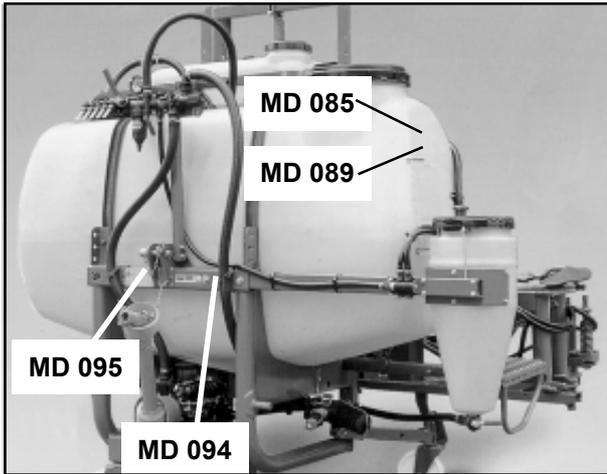
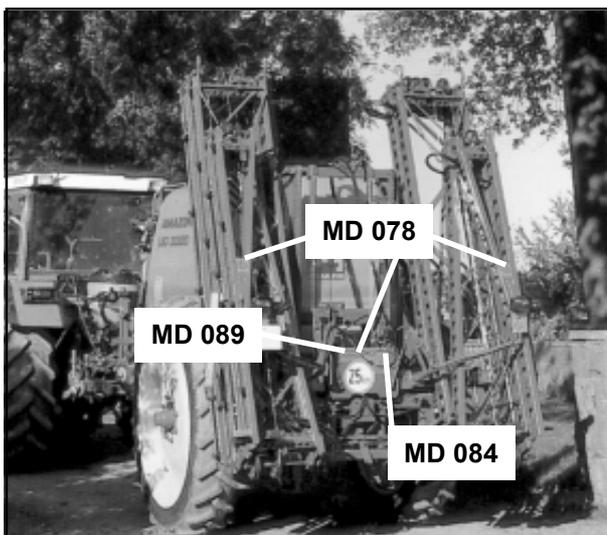

Fig. 2.1
Fig. 2.3
- Fig. 2.1, 2.2 und Fig. 2.3 zeigen die Befestigungsstellen der Warnbildzeichen und Hinweisschilder. Die entsprechenden Erläuterungen finden Sie auf den folgenden Seiten.